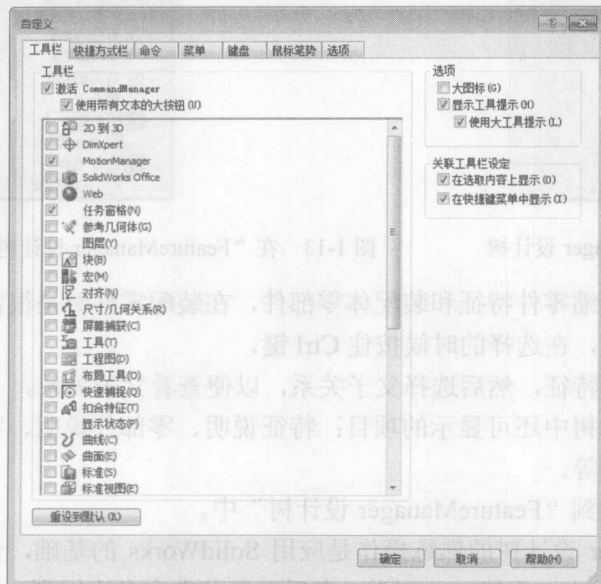

图 1-14 “自定义”对话框
(1) 执行菜单栏中的“工具”→“自定义”命令，或者在工具栏区域右击，在弹出的快捷菜单中单击“自定义”命令，此时系统弹出的“自定义”对话框如图 1-14 所示。